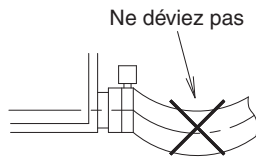

Fig. 27
- Ne déviez pas le tuyau d'évacuation (1) dans l'unité intérieure. (Reportez-vous à la Fig. 27) (Cela peut causer un son anormal comme des glouglous.) (Si le tuyau d'évacuation (1) est dévié, cela peut endommager la grille d'aspiration.)